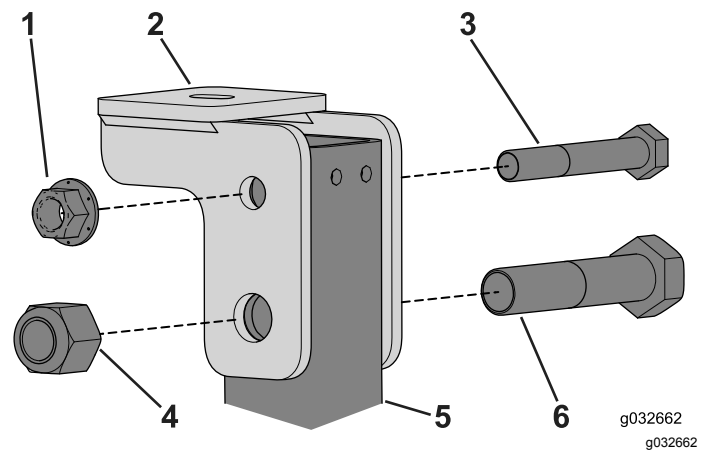

Figura 71
2. Utilice los pernos ($\frac{1}{2}$ x $3\frac{1}{4}$ " y $\frac{3}{4}$ x $3\frac{1}{2}$ ") para instalar provisionalmente el soporte de montaje de la cabina en cada lado del tubo del ROPS (Figura 71).
6. Apriete los pernos y las tuercas que sujetan los soportes de montaje de la cabina a los postes del ROPS (Figura 71).